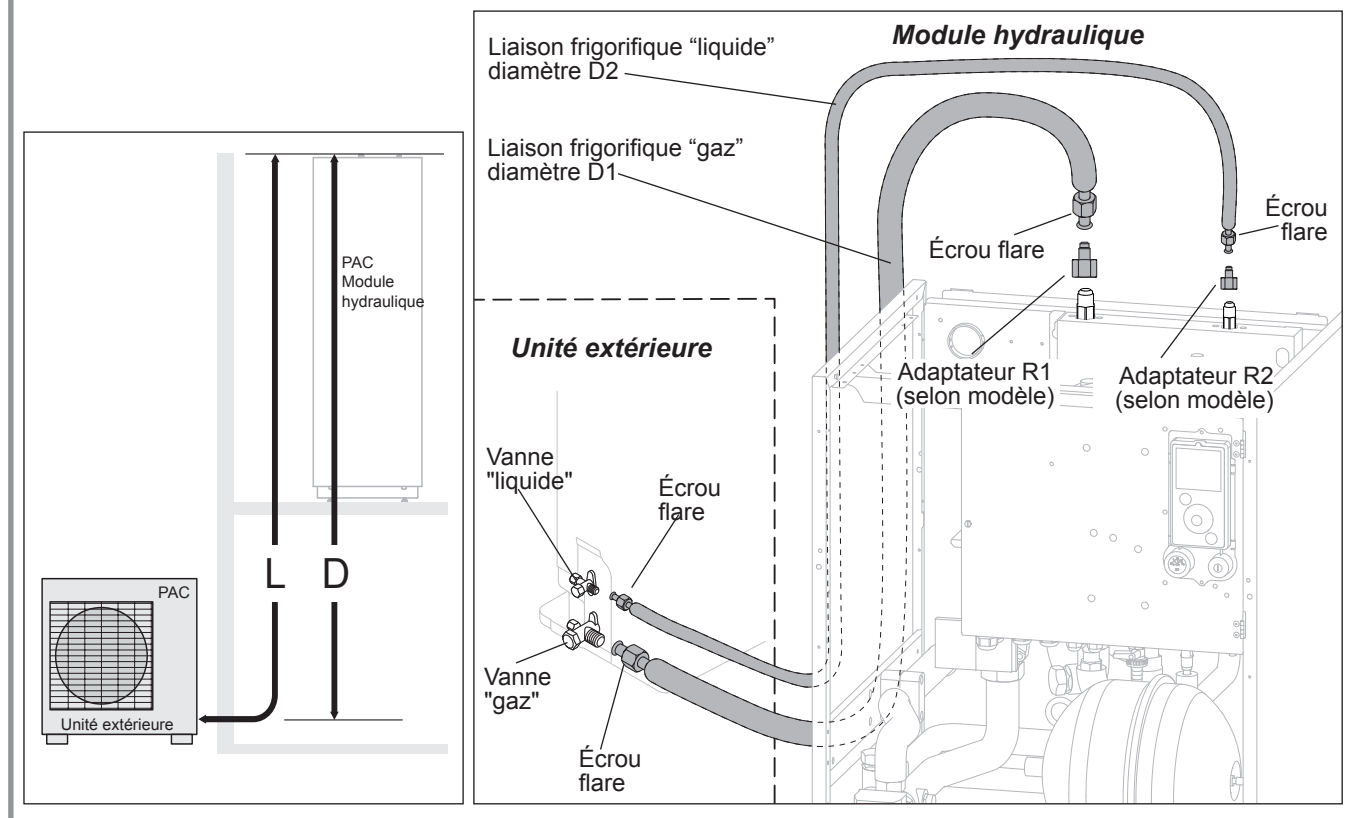

figure 18 - Raccordement des liaisons frigorifiques (diamètres et longueurs permises)
- Suivant le cas, raccorder un adaptateur (réduction) 1/4"- 3/8" ou 1/2"- 5/8" (voir figure 18).